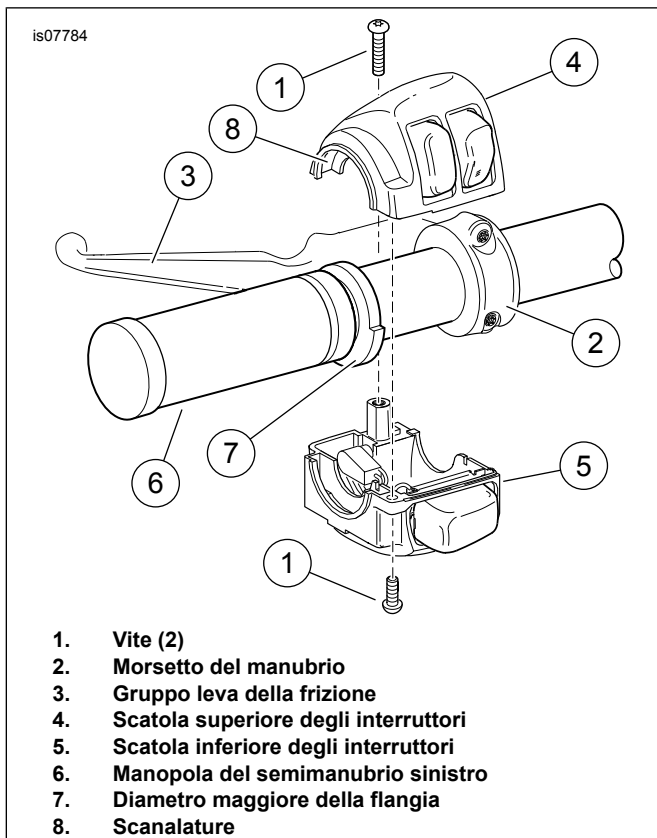
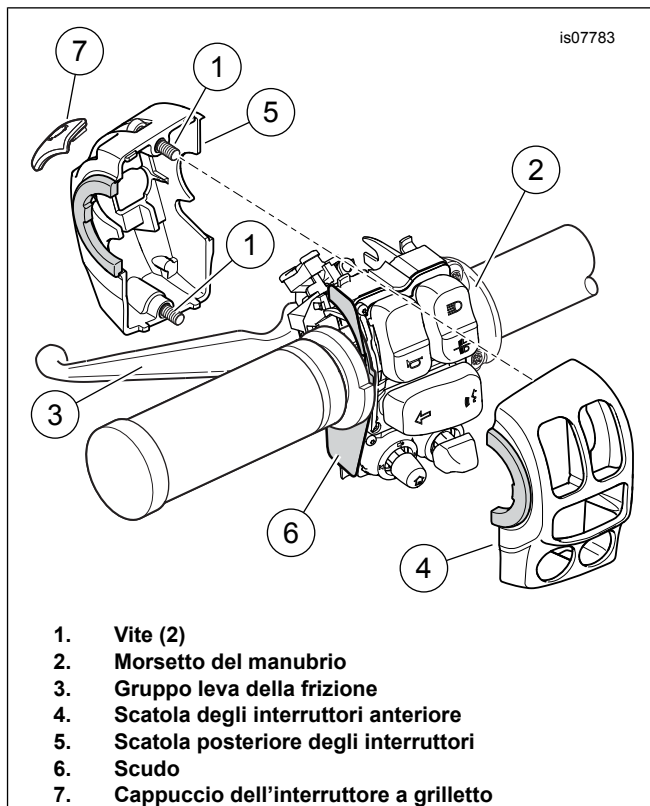

Figura 1. Scatola degli interruttori del semimanubrio sinistro (Touring 2008-2013 e Softail 2006 e anni successivi)
Figura 2. Scatola degli interruttori del semimanubrio sinistro (Touring 2014 e anni successivi)
- a. Vedere Figura 1 o Figura 2. Allentare le due viti (1) e il morsetto del manubrio (2).
- b. Posizionare la leva della frizione (3) lontano dalla scatola degli interruttori.
1. Vedere Figura 1 Posizionare la manopola riscaldata sinistra (6) in modo che la parte della flangia con il diametro maggiore (7) sia sul fondo. Spingere la manopola a fondo sul manubrio.
- a. Disporre la scatola inferiore degli interruttori sotto la manopola. Le scanalature (8) sul lato esterno della scatola degli interruttori devono posizionarsi sopra la flangia sull'estremità della manopola.
- Vedere Figura 2 **Modelli 2014-2015**: Verificare che lo scudo (6) sia in posizione corretta sul lato esterno del modulo degli interruttori.
- Installare le sezioni della scatola degli interruttori (4, 5) sul relativo modulo. Serrare a fondo le viti prigioniere (1).
- Installare la leva di comando della frizione (3).
- Installare, senza serrare, il morsetto del manubrio (2) con le due viti rimosse in precedenza.
- Far scorrere il cappuccio dell'interruttore a grilletto (7) verso destra per installarlo.